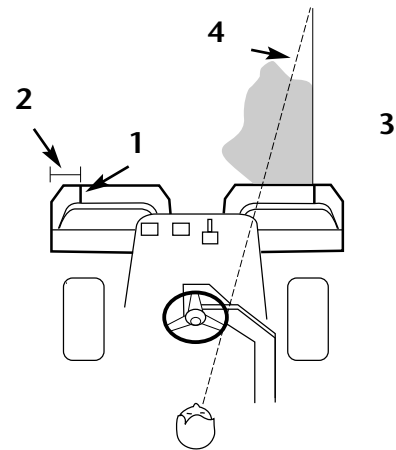

Bild 10
2. Entweder einen Streifen von weißem Klebeband oder eine Line mit weißer Farbe parallel mit der äußeren Kante jedes Korbes anbringen (Bild 10).
3. Bei erneuten Überläufen so wenig wie möglich überlappen. Um gerade Spuren über den Rasen zu hinterlassen, die Maschine immer im gleichen Abstand vom Rand des vorigen Schnitts halten und einen imaginären Richtpunkt 2 bis 3 Meter vor der Maschine auf der ungemähten Rasenfläche halten (Bild 10 & 11). Gewissen Personen fällt es leichter, den äußeren Rand des Lenkrads mit in das Blickfeld aufzunehmen, d.h. den äußeren Rand des Lenkrads mit einem Punkt abzustimmen, der immer im gleichen Abstand vor der Vorderseite der Maschine liegt (Bild 10 & 11).